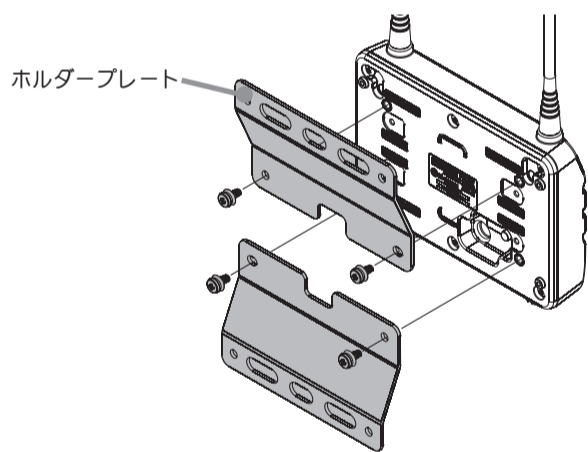

図 1
- ① 中継器の背面に 2 つのホルダープレートが付属のネジ（ナベコネジ HSM5×10SUS）で取り付ける（図 1 参照）